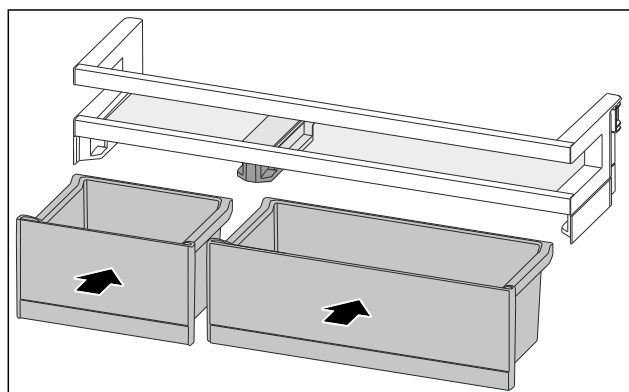

Fig. 123
- VarioBoxen in gewijzigde toewijzing plaatsen. (zie Fig. 123)